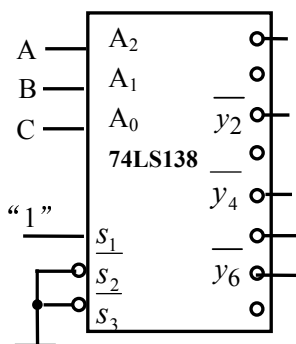

图 9 74LS138 管脚图
① SSI 方案：限用最少的“与非”门完成设计。
② MSI 方案：限用一个与门和一片 74LS138（芯片引脚图见图 9）完成设计。